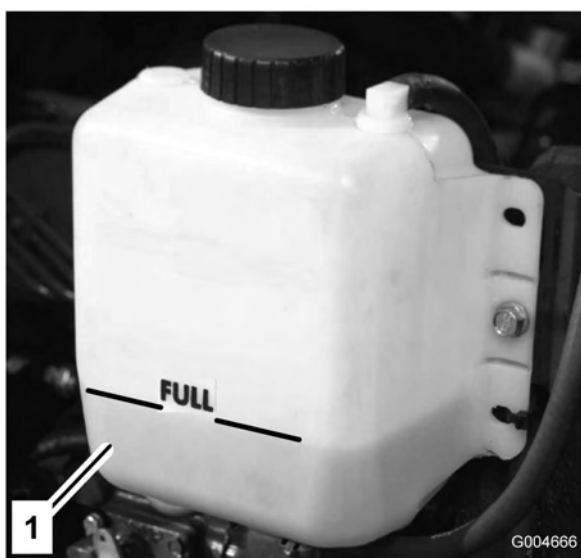

Figura 7
1. Retire cuidadosamente a tampa do radiador e a tampa do depósito de expansão (Figura 7).